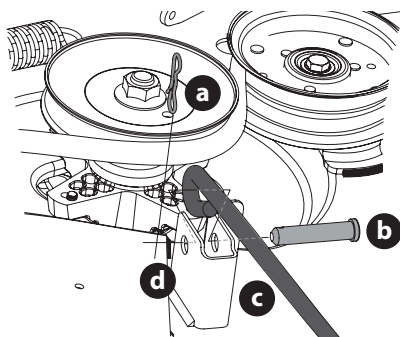

Figura 45
- b. Extraiga el tercer pasador con unión curva (a) del pasador de horquilla (b) que sujeta la varilla de control de la plataforma delantera (c) al soporte delantero de elevación de la plataforma (d). Extraiga los pasadores de horquilla (b) (Figura 45).